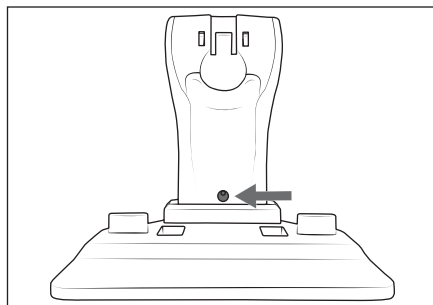

Fig. 1
- 1) Utilisez l'ouverture dans le support d'appareil **20** pour marquer le trou à percer sur le mur (fig. 1).
- 4) Placez la vis dans l'ouverture dans le support d'appareil **20** (fig. 1) et vissez-la dans la cheville avec un tournevis cruciforme.
- 3) Repositionnez la vis **12** dans l'ouverture de vis à l'arrière du manche **11**. Serrez la vis **12** dans le sens horaire avec un tournevis cruciforme (fig. 1).